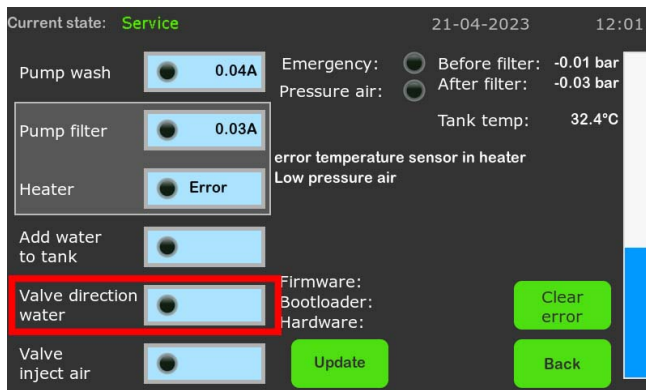
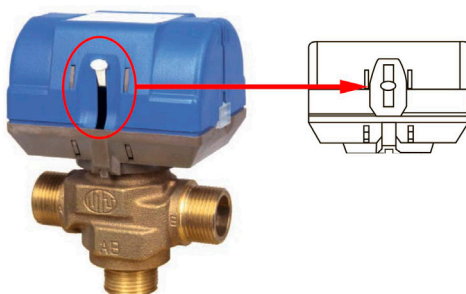

Рисунок 40
Рисунок 41
3. В меню «Service» несколько раз нажмите на кнопку «**Valve direction water**» см. рис. 40 и при этом оцените, как перемещается флажок на клапанах VMR 25 см. рис. 41. У нормально работающего клапана флажок перемещается равномерно и всегда возвращается в исходное положение. Если имеются отклонения в перемещения флажка (чаще всего это зависание в среднем положении), то требуется его промывка.